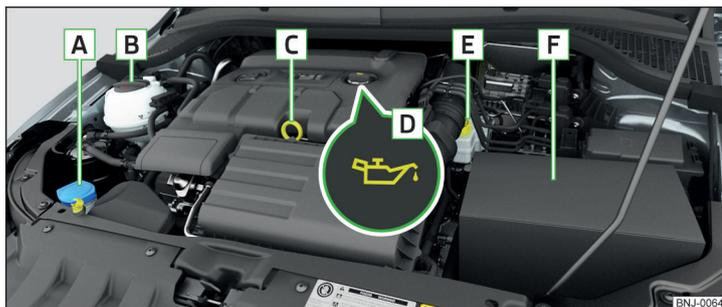

Fig. 168 Ejemplo de orden en el vano motor
- Desenrosque el tapón de la boca de llenado de aceite de motor **D** » fig. 168 de la pág. 145.